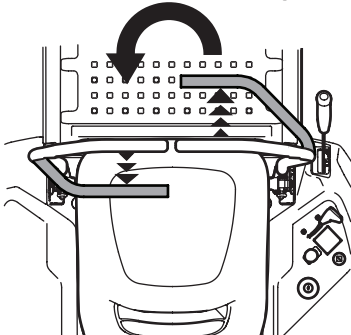

Figura 28
- Para girar en sentido contrario a las agujas del reloj, mueva la palanca de control de la transmisión de la barra de seguridad derecha hacia adelante mientras mueve simultáneamente la palanca de control de la transmisión de la barra de seguridad izquierda hacia atrás. Consulte la Figura 28.